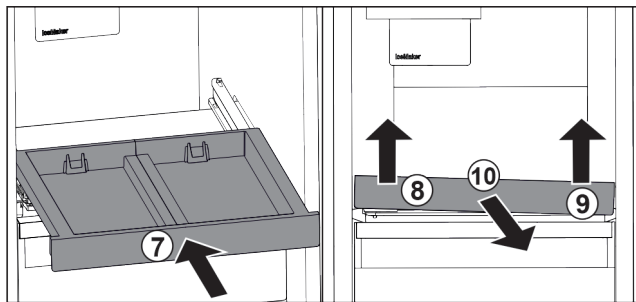

Fig. 125
- Inserire il ripiano estraibile. Fig. 125 (7)
- Sollevare il ripiano estraibile dalla parte anteriore a sinistra. Fig. 125 (8)
- Sollevare il ripiano estraibile dalla parte anteriore a destra. Fig. 125 (9)
- Rimuovere il ripiano estraibile tirandolo in avanti. Fig. 125 (10)